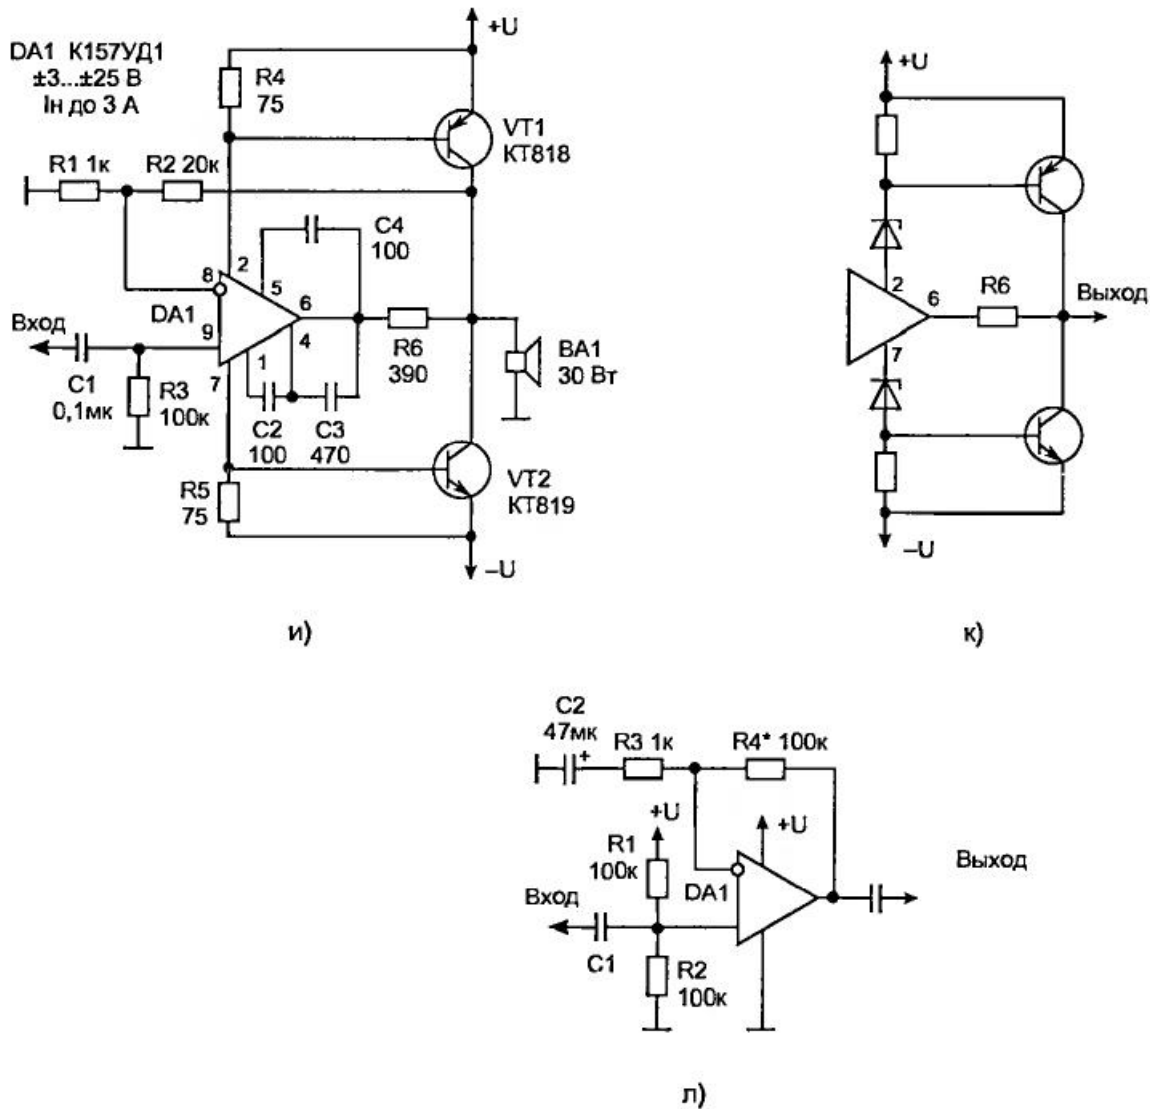
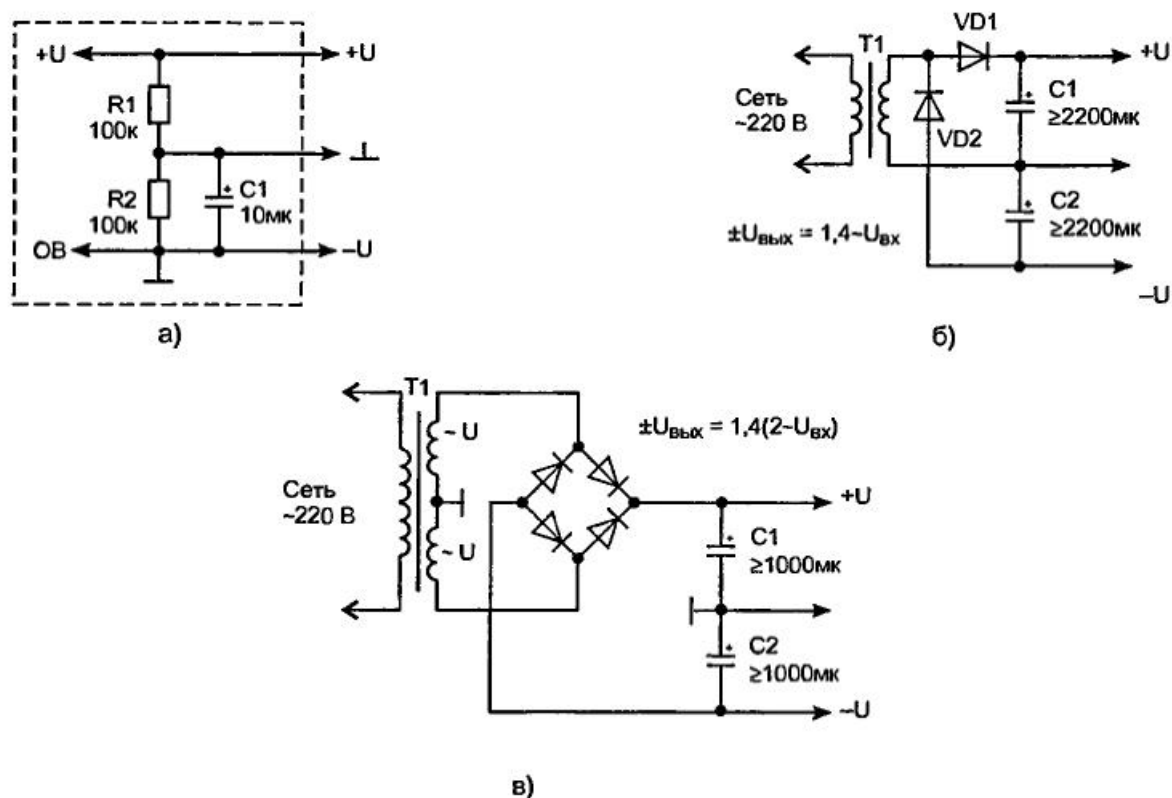
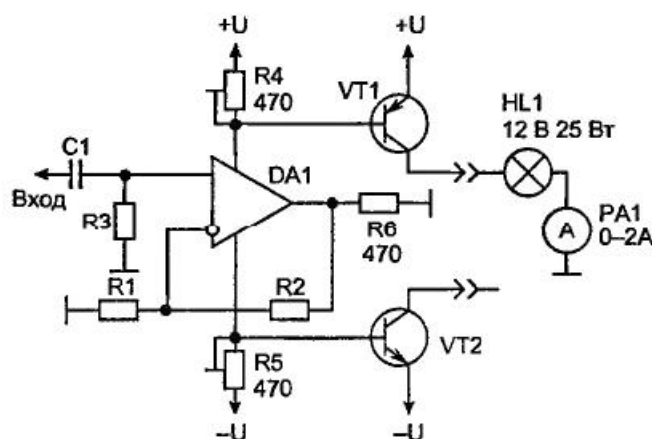

Рис. 1.27. Усилители с ООС:
Рис. 1.28. Источники питания усилителей на ОУ:
Рис. 1.29. Схема настройки усилителя, собранного по схеме на рис. 1.27 и (номиналы элементов, если не указаны на схеме — те же)
На рис. 1.27 показаны схемы усилителей на ОУ с отрицательной обратной связью. Рассмотрим первую схему (рис. 1.27, а).
Обратная связь на ОУ подается через делитель напряжения на резисторах R1 и R2. Полярность обратной связи зависит от того, на какой именно вход она подается: если на прямой, то обратная связь положительная, а если на инверсный — отрицательная. На рис. 1.27 все ОУ работают с ООС.
Левый по схеме вывод резистора R1, а также нижний вывод резистора R3 подключены к общему проводу, напряжение на котором равно половине напряжения питания (рис. 1.28). Следует помнить, что ОУ, работающие в линейном режиме, можно питать только от двухполярного источника питания! Дело в том, что у ОУ, работающих в линейном режиме, напряжение на выходе должно равняться половине напряжения питания (см. пример с качелями), иначе напряжение на выходе будет «ударяться» или в пол, или в потолок, из-за чего возникнут такие искажения сигнала, что ваши уши мгновенно «свернутся в трубочку». Эту самую «половину напряжения питания» формирует источник питания (рис. 1.28), и на схемах с использованием ОУ она обычно обозначается знаком «общий» (⊥). Напряжение питания ОУ обычно помечают как **двухполярное**, с использованием знака «±». Так, обозначение «±15 В» означает, что на ОУ подается двухполярное напряжение с суммарной амплитудой 30 В: на вывод «+U», относительно общего провода, подается напряжение +15 В, а на вывод «-U» — напряжение, равное -15 В относительно общего провода. То есть получается, что **два** источника питания включены последовательно и их суммарное напряжение равно $15 \times 2 = 30$ В.
Двухполярное напряжение легко «сделать» из однополярного, с удвоенной амплитудой, с помощью простейшей схемы, изображенной на рис. 1.28, а. На резисторах R1 и R2 собран делитель напряжения, и при равенстве сопротивления
Рис. 1.27. Усилители с ООС: а — неинвертирующий; б — инвертирующий; в — с разделительными конденсаторами; г — подключение низкоомной нагрузки к усилителю с двуполярным питанием; д — повторитель; е — вольтметр с большим входным сопротивлением; ж, з — мощный ОУ с последовательным включением мощных транзисторов
Двухполярные выпрямители переменного напряжения, пригодные для работы с ОУ, нарисованы на рис. 1.28, б и 1.28, в. Схема в пункте «б» — обычный однополупериодный выпрямитель (см. том I): положительная полуволна через диод VD_1 заряжает конденсатор C_1 , диод VD_2 в это время закрыт обратным напряжением и ток в цепи « $-U$ » поддерживается только благодаря накопительным свойствам конденсатора C_2 . При отрицательной полярности открывается диод VD_2 (зарядается C_2), а диод VD_1 закрывается. И так до бесконечности. Нетрудно заметить, что эта схема удваивает амплитуду (напряжение) сетевого
Двухполупериодная схема (рис. 1.28, в) требует в 2 раза больше диодов и обмоток трансформатора. Но при этом ее выходное сопротивление оказывается в 2 раза меньше, т. е. при том же коэффициенте пульсаций емкость конденсато-
Напряжения на обоих обмотках трансформатора должны быть одинаковыми и равными примерно 0,7 от выпрямленного напряжения (т. е. выпрямленное напряжение в $1/0,7 = 1,4$ раза больше входного переменного). При несимметричности напряжений на вторичных обмотках (на одной — 25 В, а на второй — 30 В) коэффициент пульсаций возрастет: нетрудно заметить, что в крайнем случае, при нулевом напряжении на одной из обмоток, эта схема превращается в схему на рис. 1.28, б и работают только два диода диодного моста. Поэтому обрыв одного из крайних проводов обмотки трансформатора выпрямителю и его нагрузке не очень страшны. Но вот обрыва среднего провода, при исправных крайних, лучше не допускать: в таком случае напряжение на общем проводе выпрямителя становится «плавающим» и может колебаться под влиянием нагрузки от «+U» до «-U». В первом случае выйдет из строя конденсатор С2 — если он, конечно, не рассчитан на работу с удвоенным напряжением, а во втором — С1.
Еще один недостаток схемы на рис. 1.28, в — трудности с установкой предохранителей. При нестандартной (т. е. аварийной) ситуации в этой схеме должны **одновременно** размыкаться два провода. Сдвоенных плавких предохранителей пока, к сожалению, не придумали, поэтому защиту приходится собирать на транзисторах или реле. В схеме на рис. 1.28, б предохранитель включается в разрыв любого провода, идущего от трансформатора к выпрямителю.
Но вернемся к усилителю (рис. 1.27, а). В исходном состоянии (пока на вход не подается сигнал) на его прямом входе поддерживается напряжение, равное половине напряжения питания (благодаря резистору R3). Допустим теперь, что напряжение на выходе DA1 близко к напряжению питания. Так как левый по схеме вывод резистора R1 подключен к «средней точке» (точке, напряжение на которой, при двухполярном питании, равно половине напряжения питания, т. е. нулю), то напряжение на инверсном входе ОУ будет чуть больше, чем на прямом (благодаря резистору R2). Из-за этого напряжение на выходе ОУ станет уменьшаться. Оно будет уменьшаться до тех пор, пока не станет равным (примерно равным — нужно учитывать напряжение смещения) напряжению на крайних выводах резисторов R1 и R3 — т. е. нулю или, если источник питания однополярный (рис. 1.28, а), половине напряжения питания.
Усилитель на рис. 1.27, б работает по тому же принципу. Так как сигнал у этой схемы подается на инверсный вход, то этот усилитель инвертирует сигнал: если на входе амплитуда возрастает, то на выходе уменьшается, и наоборот. Достоинство этой схемы — экономия одного резистора; недостаток — входное сопротивление схемы изменить очень сложно — для этого нужно одновременно и пропорционально изменять сопротивления обоих резисторов (если нужно, чтобы коэффициент усиления по напряжению остался неизменным). Поэтому эта схема используется сравнительно редко. Некоторые ОУ — в частности, ОУ с биполярными транзисторами на входе, — могут выйти из строя, если их прямой вход соединить с нулевой шиной непосредственно. Поэтому между прямым входом и общим проводом желательно включить резистор сопротивлением 1...100 кОм (его сопротивление обычно равно R_2).
В обеих схемах на входе и на выходе обязательно нужно ставить разделительные конденсаторы (рис. 1.27, в). Но у этого правила два исключения: если источник сигнала имеет постоянную составляющую, равную нулю (например, электродинамический микрофон или пьезокерамика), то входной конденсатор можно закортить, а если нагрузка имеет большое сопротивление на постоянном токе (например, пьезокерамический звукоизлучатель — они используются в наручных часах и некоторых электронных устройствах; по электрическим параметрам они похожи на конденсаторы емкостью до 1 мкФ, и под воздействием переменного напряжения пьезокерамическая пластинка изгибается и выпрямляется (очень незначительно — почти незаметно), генерируя тем самым звуковые волны), то выходной конденсатор необязателен. Кроме того, если на выходе источника сигнала уже стоит разделительный конденсатор, то ставить последовательно с ним второй конденсатор на входе усилителя бесполезно — только загромождают схему «лишними» конденсаторами. То же относится и к выходным цепям.
При питании ОУ от двухполярного источника питания, в случае, если усилитель на ОУ является оконечным, нагрузку к нему очень часто подключают без всяких разделительных конденсаторов (рис. 1.27, г — стандартная схема включения мощных ОУ). Постоянная составляющая на выходе хорошего ОУ обычно не превышает 10...100 мВ (1000 мВ = 1 В), а при таком напряжении даже через низкоомную нагрузку протекает ничтожный постоянный ток, который можно не учитывать. В то же время отсутствие выходного конденсатора значительной емкости и соответствующих размеров в несколько раз уменьшит размеры усилителя и улучшит его усиление на низких частотах (см. рис. 1.6).
Очень часто ОУ используют в качестве повторителя входного сигнала (рис. 1.27, д). Напряжение на выходе повторителя равно входному, плюс-минус напряжение смещения ОУ. При изменении сопротивления нагрузки, подключенной к выходу ОУ, напряжение на выходе, при неизменном входном напряжении, практически не изменяется. Входное напряжение может быть любым, но оно не должно превышать напряжение питания. Между прямым входом ОУ и общим проводом можно, как и в случае с усилителем, включить резистор произвольного (любого) сопротивления.
Повторители напряжения очень часто используют совместно с вольтметрами — для увеличения входного сопротивления последних. Практическая схема такого вольтметра изображена на рис. 1.27, е. К выходу повторителя через дополнительный резистор $R_{\text{доп}}$ подключен стрелочный миллиамперметр (микроамперметр) P1. Величину $R_{\text{доп}}$ подбирают так, чтобы при напряжении на входе, равном 1 В, стрелка прибора отклонялась до конца шкалы. Впрочем, это напряжение может быть и другим, но оно не должно превышать половину напряжения питания. Для измерения больших напряжений на входе следует поставить делитель напряжения на резисторах.
Классическая схема усилителя выходного тока ОУ изображена на рис. 1.27, *ж*. На выходе ОУ стоит комплементарная пара на мощных биполярных транзисторах VT1 и VT2 (рис. 1.11); такому усилителю присуще искажение сигнала (типа «ступенька» — рис. 1.13), но в нашей схеме со «ступенькой» прекрасно справляется ОУ DA1.
Как уже говорилось выше, любой «нормальный» ОУ «успокаивается» только тогда, когда напряжение на его инверсном входе строго равно (плюс-минус напряжение смещения) напряжению на прямом. В противном случае на выходе ОУ появляется напряжение разбаланса соответствующей полярности, которое продержится там до тех пор, пока напряжения на входах, через цепь ООС, не сравняются. В схеме на рис. 1.27, *ж* транзисторы VT1 и VT2 включены как эмиттерные повторители, а они, как это ясно из названия, сигнал не инвертируют. Поэтому для включения ООС нужно задействовать инверсный вход ОУ (если же на выход ОУ подключить какие-нибудь инвертирующие усилители тока, например, комплементарную пару на мощных полевых транзисторах, включенных по схеме с общим истоком, то сигнал ООС нужно подавать на **прямой** вход ОУ; звучит дико (для специалиста), но по-другому нельзя). А так как нам нужно контролировать напряжение на нагрузке, а не на выходе ОУ, то правый по схеме вывод резистора R2 нужно подключить к эмиттерам транзисторов, а не к выходу микросхемы. Вот и все — всю схему (DA1 + VT1, VT2) можно представить как стандартный мощный ОУ (например, как дороговатый TDA2051), и используется эта схема точно так же. Правда, у нее есть один недостаток — из-за значительного падения напряжения на переходах база — эмиттер транзисторов быстродействие схемы падает (например, для увеличения напряжения на выходе на 0,1 В, напряжение на выходе ОУ должно увеличиться на 0,1...1,3 В — в зависимости от того, какой именно транзистор в данный момент приоткрыт), поэтому по такой схеме имеет смысл включать только быстродействующие ОУ и высокочастотные транзисторы. Для работы в звуковом диапазоне частот (до 20 кГц) подходят ОУ с $U_{\text{вых}} \geq 5 \text{ В/мкс}$ и транзисторы с граничной частотой более 1 МГц.
Максимальный ток, отдаваемый усилителем в нагрузку, зависит от максимального выходного тока ОУ (обычно 5...15 мА) и коэффициента h_{21} , используемых транзисторов. Так как большинство мощных транзисторов, из-за особенностей их строения, имеют h_{21} , менее 100, максимальный выходной ток усилителя на рис. 1.27, *ж* не превышает 1...1,5 А.
Если вам нужен бóльший ток, на выходе целесообразно поставить составные транзисторы (схема Дарлингтона), как это показано на рис. 1.27, з. В схему добавлено два резистора — R4 и R5. Дело в том, что у любого транзистора есть паразитные межэлектродные емкости (т. е. «конденсаторы», включенные между выводами база — эмиттер, база — коллектор, коллектор — эмиттер), емкость которых зависит от мощности транзистора и технологии его изготовления. Чем дешевле транзистор, тем большую величину имеют его межэлектродные емкости и тем «страшнее» его характеристики. При работе на низких (заметных глазу) частотах эти емкости оказываются слишком ничтожными, чтобы их можно было заметить, но вот на высоких частотах...
Так как через транзисторы VT1 и VT3 в этой схеме течет довольно значительный ток (примерно $1/5...1/10$ выходного тока), то их желательно выбрать средней мощности, а из-за того что на них в процессе работы рассеивается довольно значительная мощность (т. е. они сильно греются), то их нужно поставить на теплоотвод. Учитывая, что у большинства современных транзисторов с металлической площадкой, через которую они крепятся к теплоотводу (радиатору), механически соединен вывод коллектора, то пару «маломощный — мощный транзистор» (VT1 и VT2 или VT3 и VT4) можно поставить на общий теплоотвод, без всяких изолирующих прокладок — ведь у них все равно придется соединять вместе выводы коллекторов. Кстати, промышленность выпускает составные транзисторы, размещенные в одном корпусе, и резистор R4 (R5) установлен внутри транзистора. Наружу торчат только выводы базы маломощного транзистора и выводы коллектора и эмиттера — мощного. Для этой схемы из отечественных транзисторов пригодны КТ825, КТ896 (р-п-р) и КТ827 (п-р-п). Включаются эти транзисторы по схеме на рис. 1.27, ж, но усилитель работает так, будто собран по схеме на рис. 1.27, з. Если у вас есть составные транзисторы только одного типа проводимости (например, только КТ896), то второй можно составить из двух одинарных транзисторов — в нашем случае из КТ819 и КТ815 или КТ817 по схеме на рис. 1.27, з.
Коэффициент усиления входного сигнала по напряжению у этих усилителей зависит от сопротивления резисторов R_1 и R_2 и рассчитывается по формуле (2). Коэффициент усиления по току усилителей близок к бесконечности и зависит от типа используемого ОУ и номинала резистора R_3 . Размах выходного напряжения у схемы на рис. 1.27, ж может достигать $|\pm U| - 3$ В, а у схемы на рис. 1.27, з по модулю — $|\pm U| - 4$ В.
Принципиальная схема усилителя, работающего в классе «AB», показана на рис. 1.27, и. В основе конструкции лежит мощный ОУ К157УД1 (выходной ток — до 0,3 А) и элементы R_1 — R_3 , C_1 — C_4 — стандартные цепи коррекции для данного ОУ (без конденсаторов C_2 — C_4 он будет работать очень плохо).
Коэффициент усиления по току транзисторов VT1 и VT2 в этой схеме не превышает 5...10 раз — из-за шунтирования базового перехода резисторами R4 и R5. Если нужен больший коэффициент усиления, транзисторы VT1 и VT2 желательно заменить составными (как на рис. 1.27, з), но при этом убирать и даже изменять номинал резисторов R4 и R5 нельзя (почему, см. выше). В таком случае, даже при использовании маломощных ОУ, можно получить на выходе значительный ток.
Сопротивления резисторов R4—R6 подбираются эмпирическим (т. е. экспериментальным) путем. Для подбора сопротивлений резисторов R4 и R5 усилитель включают по схеме, изображенной на рис. 1.29. **Сейчас соединять коллекторы транзисторов нельзя**, т. е. если предполагается, что в готовом усилителе оба транзистора будут располагаться на одном общем радиаторе, их нужно «рассадить» на два несвязанных друг с другом радиатора, впрочем, транзисторы в массивном металлическом корпусе можно испытывать вообще без радиаторов — они попросту не успеют перегреться.
Второй транзистор усилителя (рис. 1.29) настраивается аналогично. Токи коллекторов обоих транзисторов должны примерно равняться друг другу; особой точности при этом добиваться не стоит — ОУ все скомпенсирует; главное, чтобы они отличались менее чем в 2...3 раза.
60...150 мА). Лампочка должна гореть с такой яркостью, будто через нее протекает **постоянный ток** силой около 60 мА (этот способ также очень распространен — для измерения мощности переменного тока. Очень часто нужно измерить мощность переменного тока, и «под рукой» нет соответствующего **высокочастотного** измерителя. Тогда прибегают к помощи лампочки: для нее все равно, какой сигнал (постоянный или переменный) протекает через ее спираль — диодов внутри лампочки нет. В то же время, т. к. формулы для расчета мощности постоянного и переменного тока одни и те же, яркость свечения лампочки зависит только от выделяющейся на ее спирали мощности ($P = I \cdot U$). Включив через амперметр другую, точно такую же лампочку к источнику постоянного тока и изменяя силу этого тока (резисторами), добиваются, чтобы лампочки светились с одинаковой яркостью. После чего напряжение и ток высокочастотного сигнала соответствуют напряжению и току постоянного.). После этого коллекторы транзисторов соединяются с выходом ОУ, а резистор R6 (рис. 1.29) убирают. Устанавливают подстроечный резистор R6 так, как показано на рис. 1.27, и, — его сопротивление должно быть максимально возможным (1...10 кОм, но не более!). Подают на вход усилителя сигнал, а к выходу подключают колонки (вообще-то при настройке усилителя нагрузку (колонки) нужно подключать еще до того, как вы включите его напряжение питания — тогда, если в динамиках будут «странные» звуки (сильный гул, щелчки, мощное шипение и другие признаки аварийной ситуации (короткое замыкание) в выходном каскаде, вы успеете выдернуть вилку из розетки раньше, чем сгорит усилитель). В динамиках должен зазвучать усиленный сигнал. После этого включают усилитель на полную мощность (если вы дорожите своим слухом, то нагрузку лучше подключить по схеме на рис. 1.30: лампочка (сопротивление ее спирали в **нагретом** виде должно равняться 4...8 Ом — оно определяется с помощью вольтметра, амперметра и закона Ома) имитирует мощный динамик, но, в отличие от него, она не сотрясает воздух, а резистор, включенный последовательно с колонкой, уменьшает громкость звука до приемлемой) и, уменьшая сопротивление резистора R6, добиваются наиболее чистого звучания усилителя. Его сопротивление при этом нужно стремиться сделать побольше. Также можно немножко уменьшать (но не увеличивать!) сопротивления резисторов R4 и R5 до тех пор, пока мощность усилителя не начнет снижаться или не начнет искажаться сигнал. Но перед этим убедитесь, что сопротивление резистора R6 превышает 50 (К157УД1)...200 (К140УД7) Ом — иначе спалите ОУ!
В свое время я изготовил немало усилителей по схеме на рис. 1.27, и, потому хочу дать несколько полезных советов:
- Хотя, по справочнику, максимальное рабочее напряжение для К157УД1 не должно превышать ± 18 В, микросхемы 1992 года выпуска (и старше) нормально работали при напряжении питания до $\pm 26,5$ В. При таком напряжении питания и 4-омной нагрузке усилитель развивает мощность до 70 Вт. Проверить, может ли ваш ОУ работать при столь высоком напряжении, можно следующим образом: базы обоих транзисторов, а также нагрузка к схеме не подключаются, все остальное собирается по рис. 1.27, и, включается (через резисторы R4 и R5!) напряжение питания и измеряется падение напряжения на резисторах R4, R5. Если оно не превышает 0,3 В — все нормально.
При напряжении питания ± 28 В и более все ОУ сгорали. Если же вам нужно, чтобы ОУ работал и при столь высоком напряжении, питание на него нужно подавать через стабилизаторы (рис. 1.27, к; цепи коррекции и ООС подключаются так же, как и на рис. 1.27, и). Напряжение стабилизации у обоих стабилизаторов должно быть одинаковым и таким, при котором напряжение питания ОУ не превышает 25 В (например, $U_{\text{пит}} = \pm 32$ В, $U_{\text{ст}} = 32 - 25 = 7$ В).
Амплитуда выходного напряжения у этой схемы не зависит от напряжения питания ОУ и, так же как и у схемы на рис. 1.27, *и*, может достигать $U_{пит} - 0,7$ В (по модулю). При использовании составных транзисторов она примерно на 0,5 В меньше.